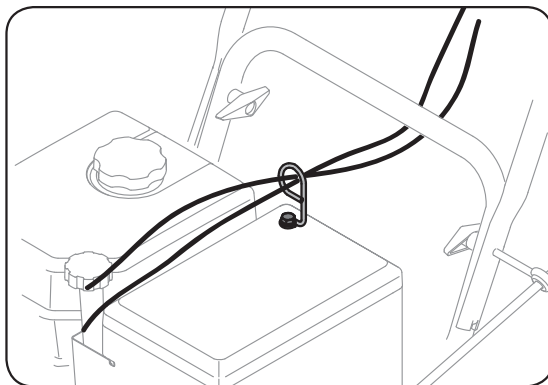

Figure 3-8
- S'il ne sont pas déjà installés, insérez les câbles, allant du tableau de bord à la goulotte, dans le fil de commande de la goulotte. Voir la Figure 3-8.